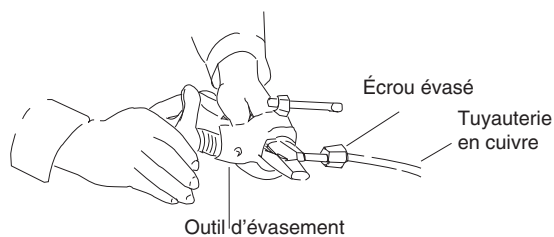

Fig. 5-3
- (3) Enlever l'écrou évasé de l'unité et le monter sur le tube en cuivre.
- (4) Créer un évasement à l'extrémité du tube en cuivre avec un outil d'évasement. (Fig. 5-3)